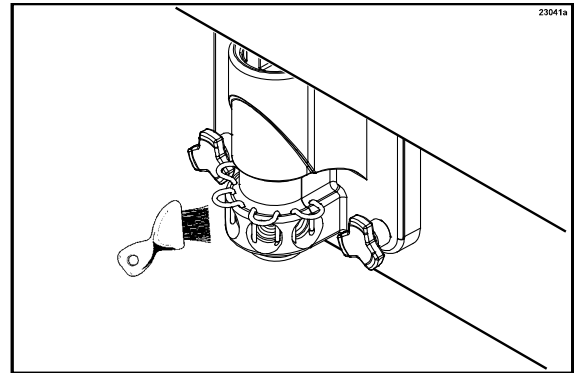

Figure 56
11. Brosser chaque orifice de sortie du sirop 10 à 15 fois avec la brosse d'orifices à sirop. Tremper la brosse dans la solution nettoyante avant le brossage de chacun des orifices (Cf. Figure 56).